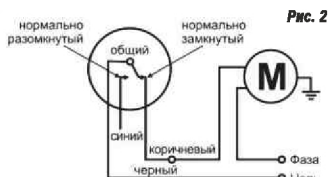

Рис. 2
3.3. Подключение (Откачивание из емкости) (Рис. 2)